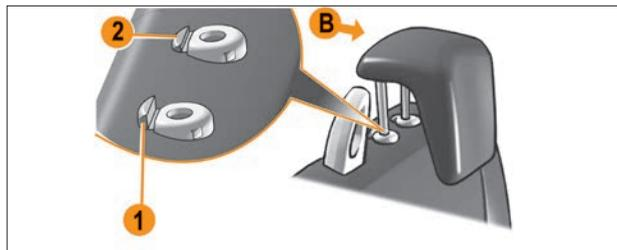

Рис. 2.2.2. Подголовники типа В сиденья второго ряда (в варианном исполнении)
- Подголовники типа В (рис. 2.2.2).